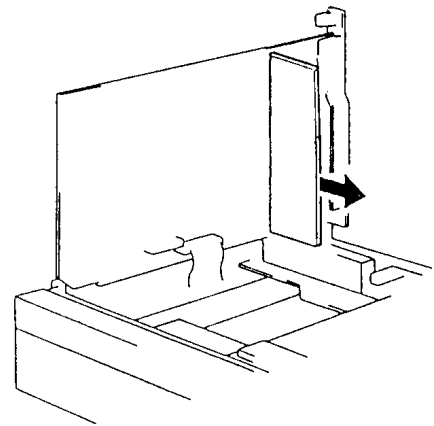

Abb. 4-7 Audio-NR-Leiterplatte
5. Audio-NR-Leiterplatte (Abb. 4-7)